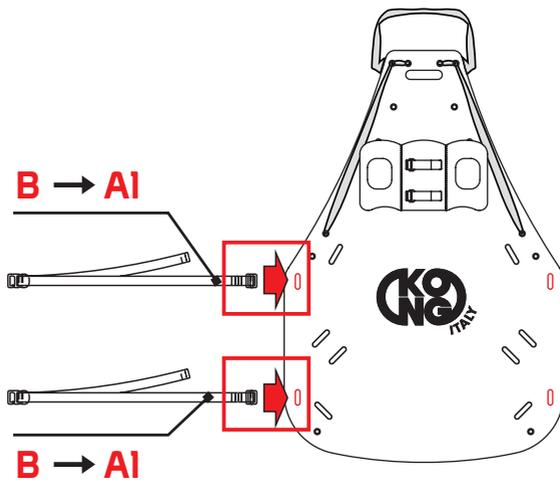

Fig.10
- inserire le fettucce (B) nelle asole A1 del piano di appoggio (fig.10),